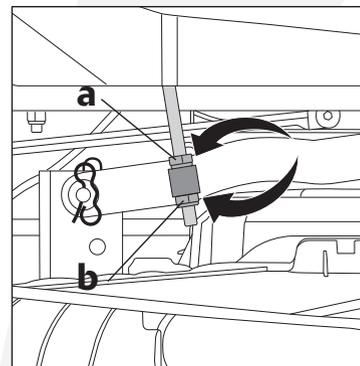
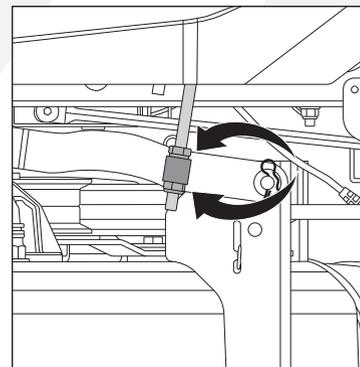

Fig. 24A
Fig. 24B
3. Gire las tuercas de ajuste superiores (a) hacia arriba. Gire las tuercas de ajuste inferiores (b) hacia arriba para elevar o hacia abajo para bajar dos lados de la plataforma de corte. (Fig.24A y Fig.24B)